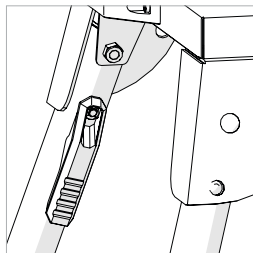
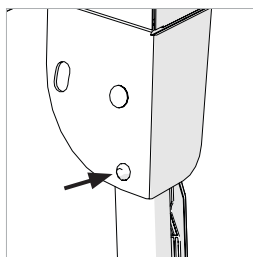

Fig. 1
Fig. 2
- Strângeți maneta de blocare/deblocare (**Fig. 1**) spre picior pentru a o elibera din poziția de depozitare.
- Repetați până când toate cele patru (4) picioare sunt desfăcute.
- Asigurați-vă că toate cele patru (4) picioare sunt blocate în poziția de funcționare. Știfturile de blocare ale balamalelor trebuie să fie complet prinse în fantele încorporate în suporturile de colț ale mesei. (**Fig. 2**).